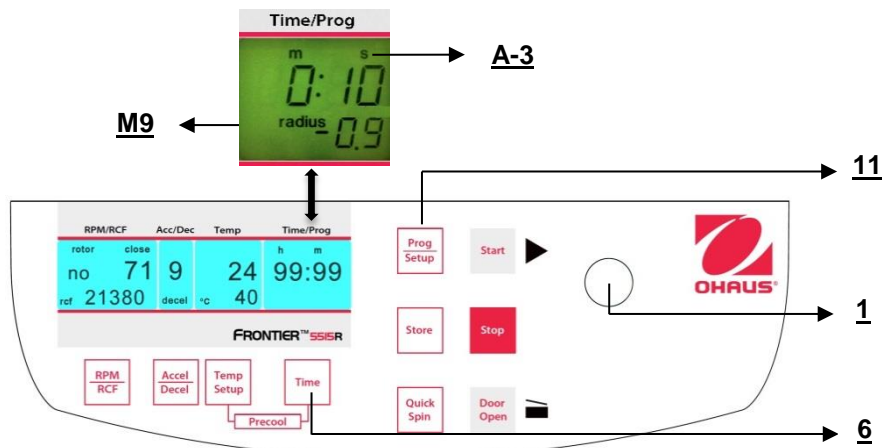

Abbildung. 21.
Wenn Sie Adapter oder Reduzierer benutzen, könnte es den Zentrifugalradius des entsprechenden Rotors verändern. In diesem Fall können Sie den korrekten Radius manuell korrigieren. Gehen Sie bitte wie folgt vor: Schließen Sie den Deckel, drücken Sie dann die Taste **"Time"** (6) (siehe Abbildung 21) und die Taste **"Prog/Setup"** (11) zur gleichen Zeit und halten Sie sie.